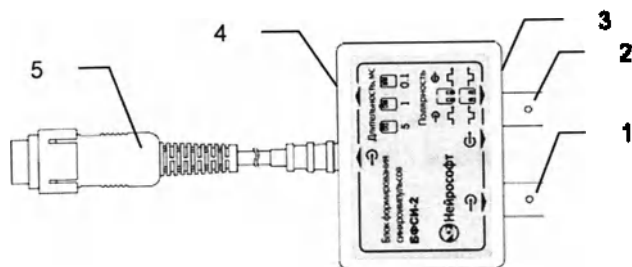

Рис. 1
1. Для подключения к «Нейро-МС/Д» (рис. 1).
- 5. Разъем подключения к выходу синхронизации прибора «Нейро-МС/Д» (рис. 1).